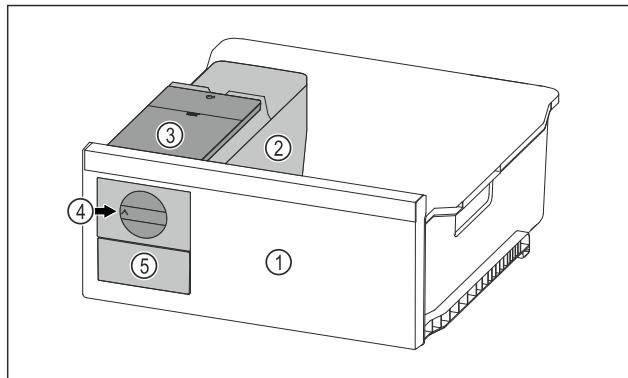

Fig. 75 Примерное изображение
- Поверните поворотную кнопку Fig. 75 (4) по часовой стрелке до упора.
- ▷ Кубики льда упадут из ванночки для кубиков льда в выдвижной ящик для кубиков льда Fig. 75 (5).